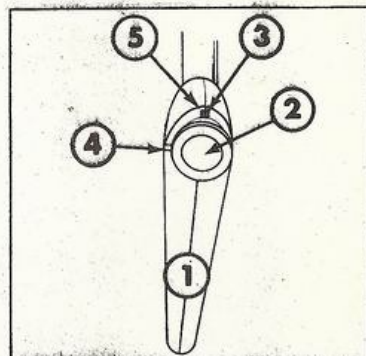

Fig. 15 - Freno di soccorso (posizione libera)
**Freno di soccorso e stazionamento (Fig. 15 e 16)**
**Dispositivo di sicurezza (Fig. 15 e 16)**